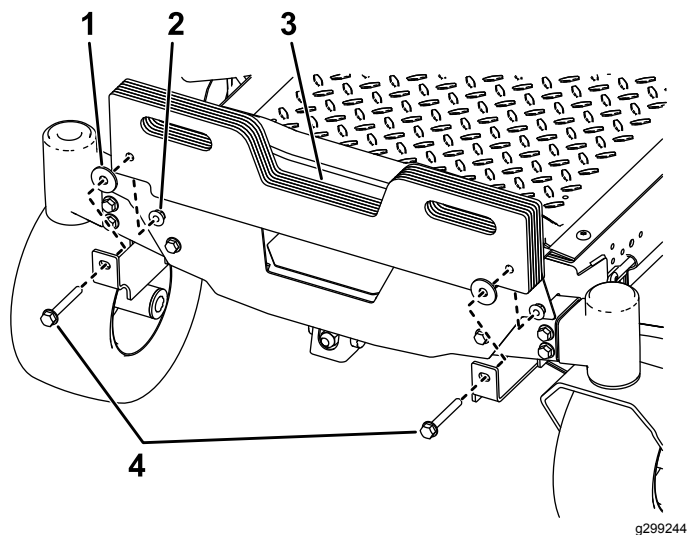

Figure 4
2. Fixez les masses à poignée sur les supports de montage au moyen de 2 boulons (5/8" x 2 3/4"), 2 rondelles et 2 contre-écrous (3/8"), comme montré à la Figure 4.